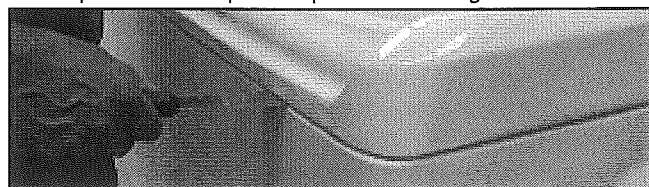

FIGURA 1
2. Ponga cinta adhesiva sobre la tapa antes de abrir la parte superior. Abra la parte superior. Vea la *Figura 1*.